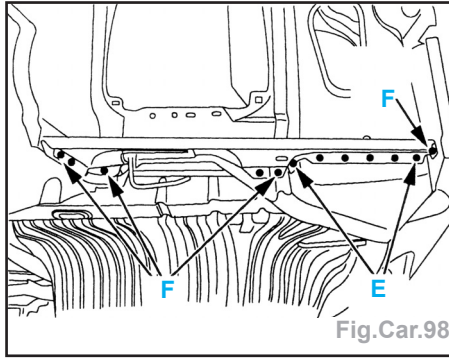

Fig.Car.98
- Souder par points bouchons au MIG suivant E, meuler les points bouchons (Fig. Car.98).